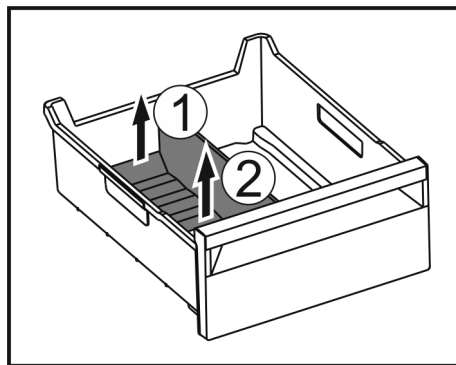

Fig. 180
- ▶ Hinteren Teil des Eisfach-Trenners anheben. Fig. 180 (1)
- ▶ Eisfach-Trenner nach oben entnehmen. Fig. 180 (2)